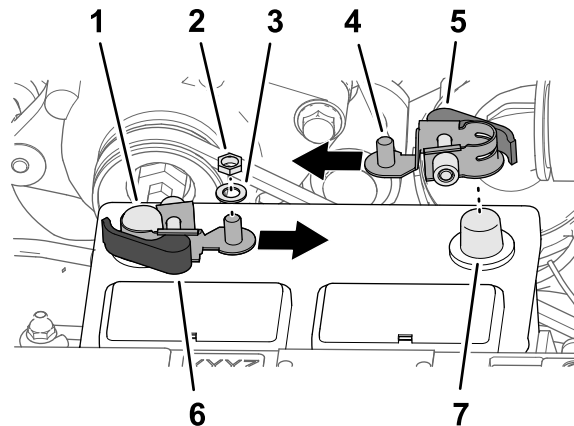

Figura 206
1. Retire as porcas hexagonais e as anilhas dos grampos de ligação rápida do manípulo preto (**Figura 206**).
- Monte o grampo de ligação rápida no borne negativo da bateria, com o poste roscado do grampo alinhado na direção do centro da bateria como se mostra na Figura 206.